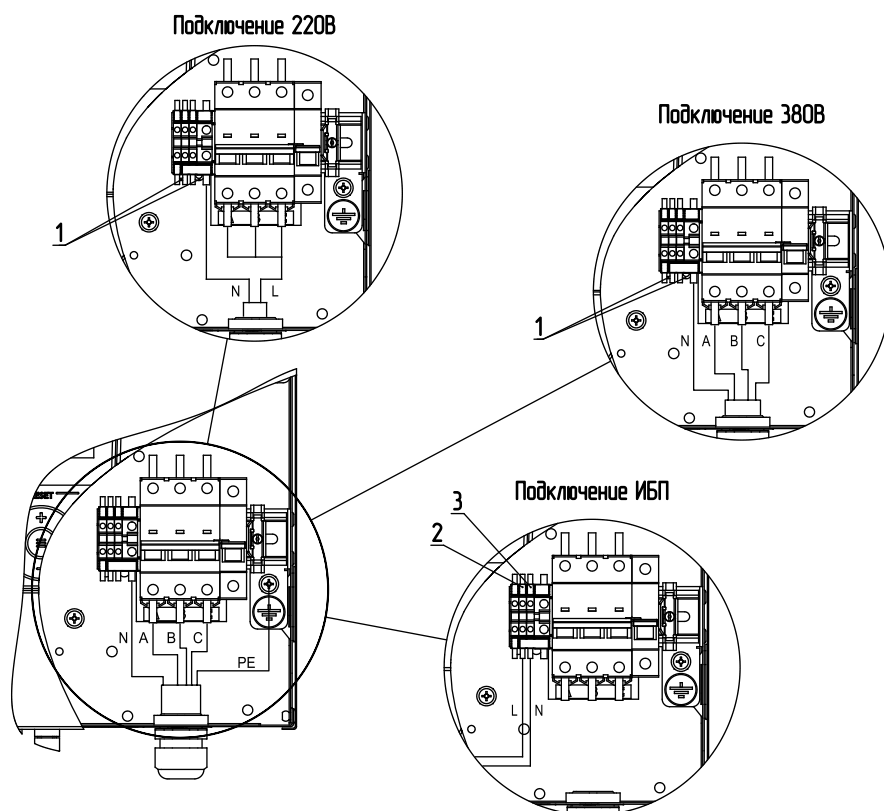

Рис.4 Схема подключения электрического котла GTM CLASSIC E250 4,5-48 кВт
- извлечь перемычки (**рис.4, 5, 6 поз.1**);
- подключить провода фазы «L» к колодке (**рис.4, 5, 6 поз.2**);
- подключить провода нейтрали «N» к колодке (**рис.4, 5, 6 поз.3**).